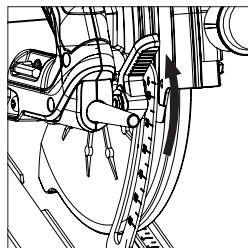

Рис. 10
- Потяните рычаг регулирования вверх и снимите блокировку устройства регулировки глубины пропила. **(Рис. 10)** (Рисунок представлен для модели CCSL. Все прочие модели аналогичны).